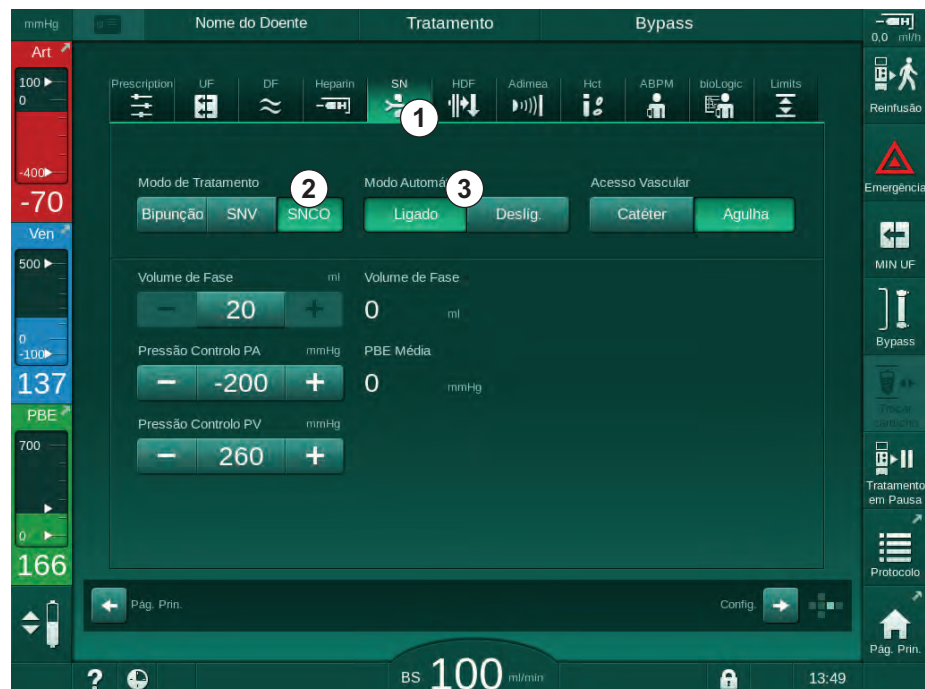

Fig. 9-1 Mudar para tratamento Single-Needle Cross-Over
2. Toque no ícone *SN* (Fig. 9-1, ①).